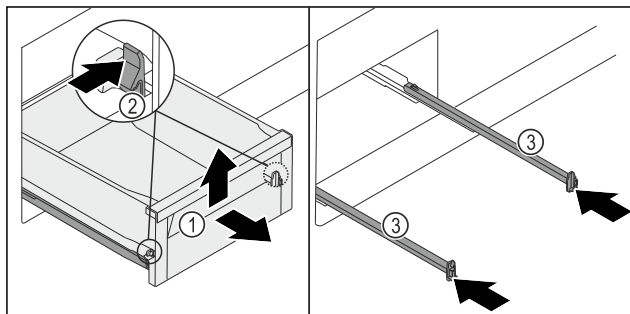

Fig. 118
- Izvucite ladicu Fig. 118 (1) do graničnika.
- Stezaljku Fig. 118 (2) lijevo i desno istovremeno pritisnite prema unutra.
- Ladica Fig. 118 (1) se odvaja od vodilica.
- Podignite ladicu Fig. 118 (1) sprijeda.
- Izvadite ladicu Fig. 118 (1) prema naprijed.
- Ugurajte vodilice Fig. 118 (3).